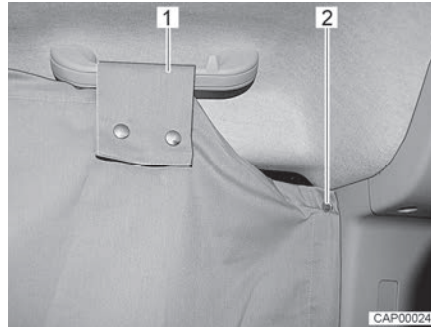

Fig. 24 Dispositif occultant de la cabine de conduite sur la vitre latérale
- Fixer le dispositif occultant de la cabine de conduite d'un côté de la cabine de conduite. Fixer pour ce faire deux boutons pression (Fig. 24,2) derrière la vitre latérale sur le montant B.
- Former une boucle (Fig. 24,1) sur la poignée au-dessus de la vitre latérale et la fixer avec les boutons pression.